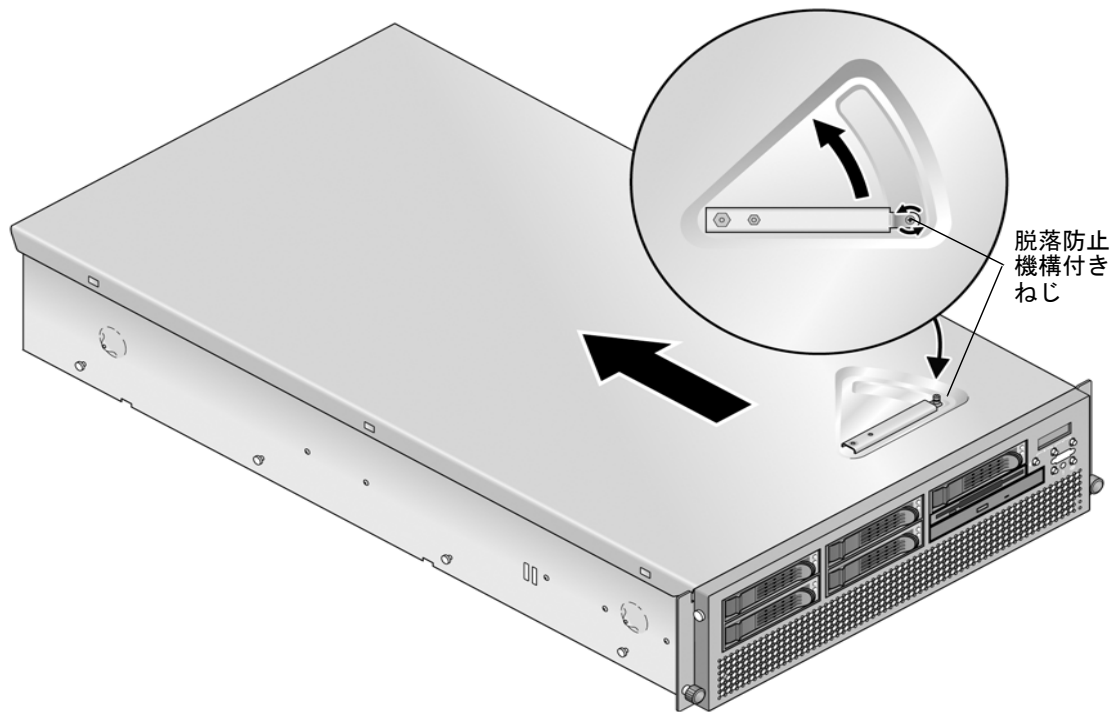

図 4-1 Sun Fire V40z サーバーのカバーの取り外し
7. カバーラッチの脱落防止機構付きねじを緩めてから、ラッチをシステム背面方向へ回転させて、カバーを後方へ押します (図 4-1 を参照)。